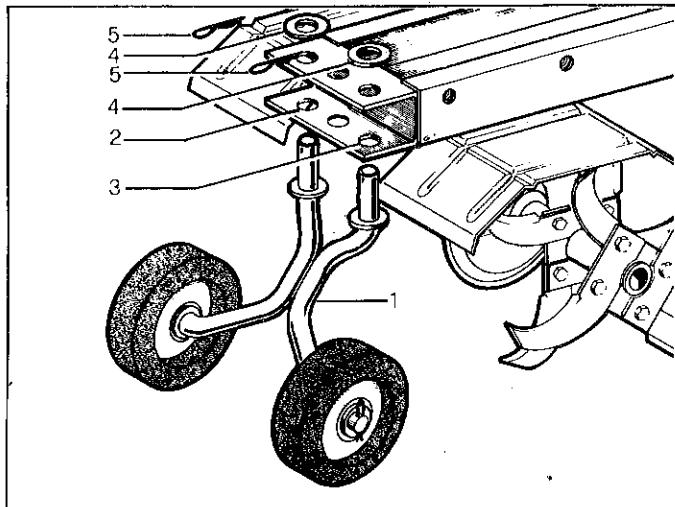

Fig. 3
sul rispettivo supporto. Infilare la parte terminale del supporto (fig. 3, part. 1) nei fori (2) e (3) quindi bloccare tramite le rondelle (4) e spine di sicurezza (5).
The transfer wheels are already mounted loose on the corresponding support. Insert the support end (1, fig. 3) into holes (2) and (3) and secure through washers (4) and safety pins (5).
Les roues de transport sont fournies déjà installées sur leur support. Introduire l'extrémité du support (1, fig. 3) dans les trous (2) et (3) et bloquer à l'aide des rondelles (4) et des goupilles (5).
Die Transporträder werden in montiertem Zustand auf dem diesbezüglichen Stützarm geliefert. Die Endteile des Stützarmes (Bild 3, Detail 1) in die Bohrungen (2) und (3) einführen und durch die Scheiben (5), sowie die Sicherungsstifte (4) festklemmen.